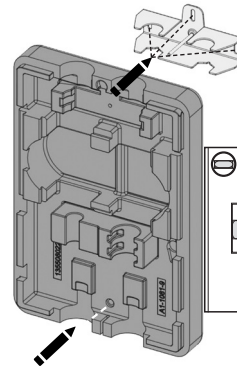

Abb. 5
- Wandhalterung (6) und Unterschale (7) lotrecht an Wand anhalten, um sie als Bohrschablone zu nutzen (Abb. 5).
- Bohrungen einzeichnen, bohren und mitgelieferte Dübel einsetzen (Abb. 5).